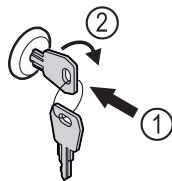

Fig. 131
- ▶ Insérer la clé Fig. 131 (1).
- ▶ Tourner la clé à 90° dans le sens horaire Fig. 131 (2).